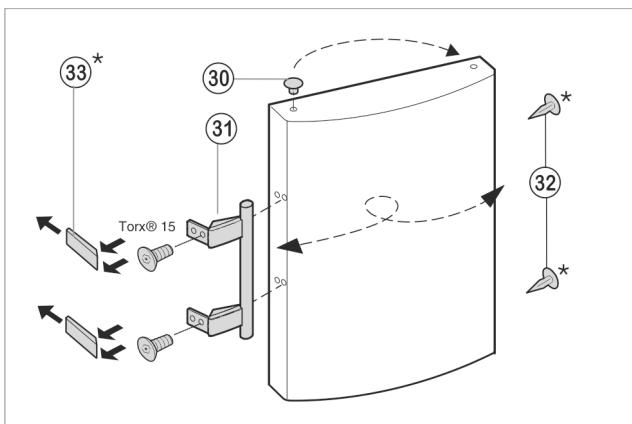

Fig. 8
- ▶ Извадете тапата Fig. 8 (30) от лагерната втулка на вратата и я преместете.
- Демонтирайте дръжката на вратата Fig. 8 (31), тапата Fig. 8 (32) и притискателните площи Fig. 8 (33) и ги преместете на срещуположната страна.